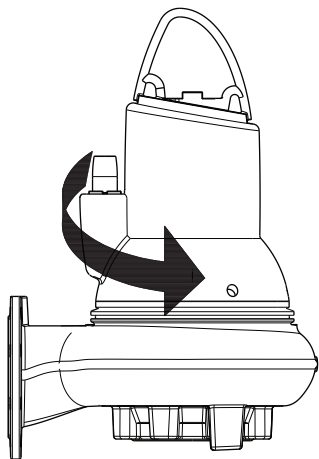

Fig. 16 Sentido del tirón
2. Arranque y detenga la bomba mientras observa el movimiento (tirón) de la bomba. Si está conectada correctamente, la bomba girará hacia la derecha (es decir, el tirón se producirá hacia la izquierda). Consulte la fig. 16.